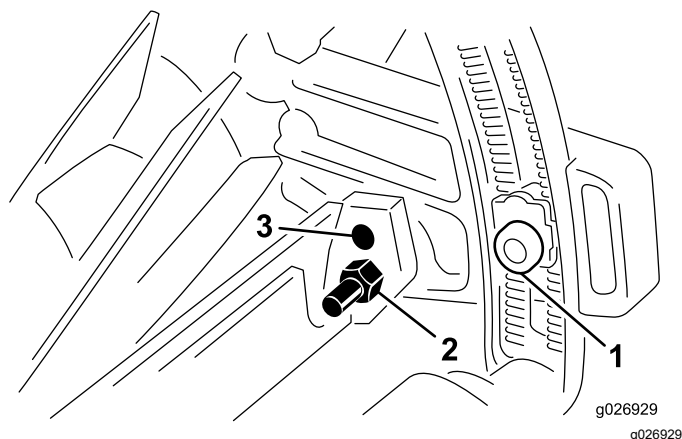

Figura 7
1. Desaperte os parafusos que prendem as porcas de ajuste nos suportes do rolo (**Figura 7**).